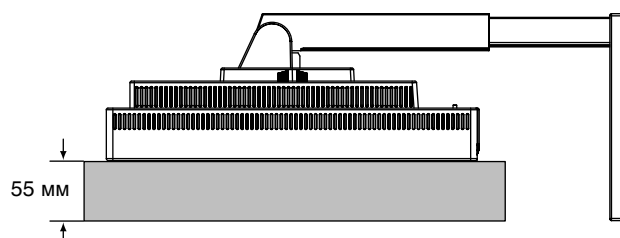

Рисунок S.1
3. Положите монитор экраном вниз на неабразивную поверхность. (Поместите экран на 55-мм платформу так, чтобы подставка была параллельна поверхности платформы.) (**Рисунок S.1**)